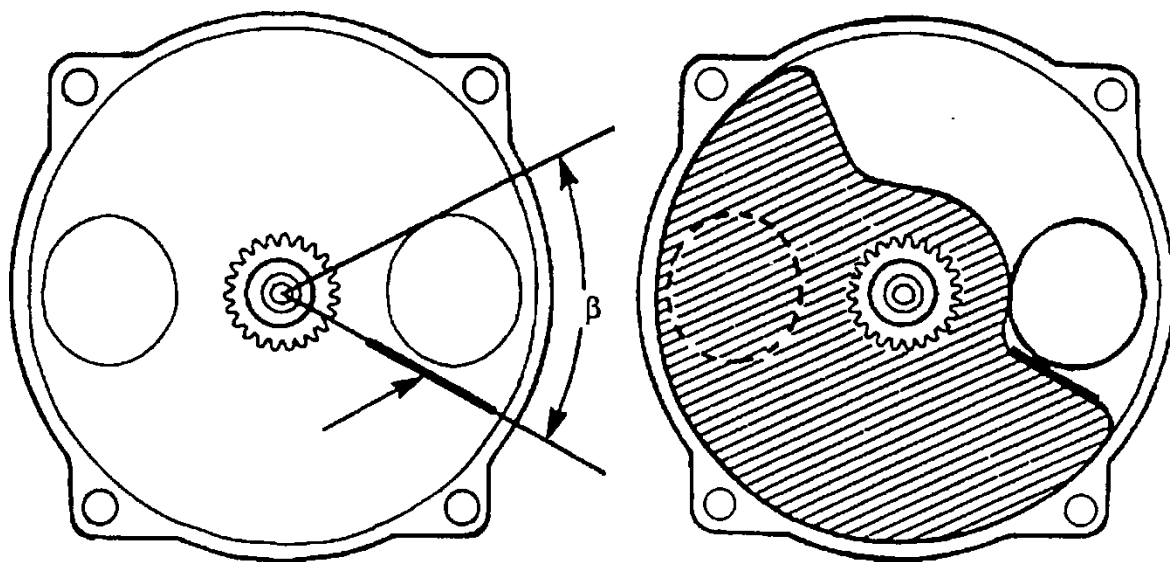

Рис. 23. Установка дискотого золотника
1. Из центра вращения вала привода дискотого золотника провести касательную к верхней части впускного окна цилиндра MS (рис. 23).